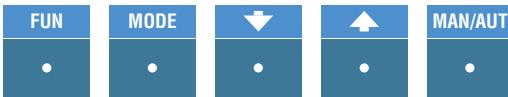

fig. 1
- Per attivare l'impostazione automatica, premere i tasti MODE e MAN/AUT contemporaneamente per 5 secondi consecutivi (fig. 1).
- To activate the automatic set-up, simultaneously press the MODE and MAN/AUT keys for at least 5 seconds (fig. 1).
- Para activar el set-up automático, pulsar simultáneamente las teclas MODE y MAN/AUT durante 5 segundos (fig. 1).